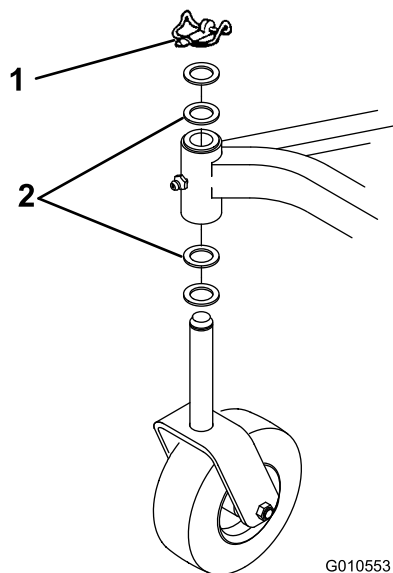

図 26
- A. 通常の刈高が 25 mm から 51 mm の場合は、刈り込みデッキの低い側を高くする。キャストホイールを低い側（図 26）で固定しているリンチピンを抜き取り、キャスト・アセンブリを外す。
- C. 通常の刈高が 51 mm から 102 mm の場合は、刈り込みデッキの高い側を低くする。デッキの高い側のキャストのリンチピンを抜き取り、キャスト・アセンブリを外す（図 26）。